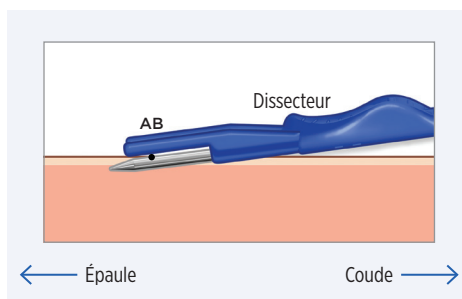

Figure 3
3. Lorsque les extrémités des butées de profondeur sont sur la peau et que le dissecteur à bout émoussé est dans l'espace sous-cutané, réduisez l'angle d'entrée du dispositif dans la peau jusqu'à 5 à 10° environ (figure 3), en veillant à ne pas placer les doigts sous la tige métallique ou les portions en plastique de l'outil. Cela risquerait de créer un angle plus ouvert.
4. Déplacez le dissecteur à bout émoussé vers l'épaule tout en gardant les parties en métal et en plastique du dispositif en contact avec la peau pour assurer le plus petit angle possible de la poche par rapport à la peau (Figure 3).